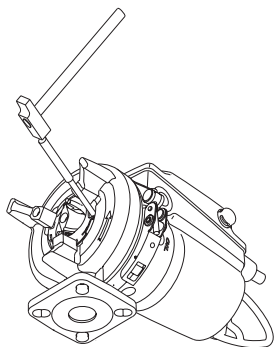

Рис. 14 Демонтаж кольца режущего механизма
2. Освободить кольцо режущего механизма (поз. 44), постучав по нему и повернув по часовой стрелке на 15-20°. См. рис. 14.